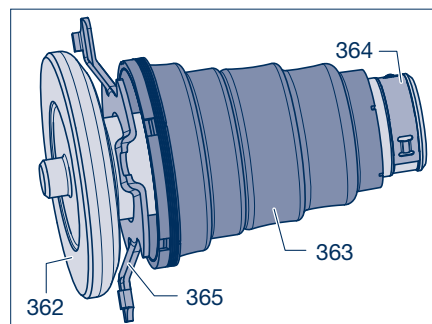

Рисунок 11
- [10] Проверить комплектность предварительно смонтированных толкателей (362) с грязезащитным уплотнением (365), гофрированным чехлом (363) и скобой (364) и подготовить к монтажу, как показано на рис. 11.